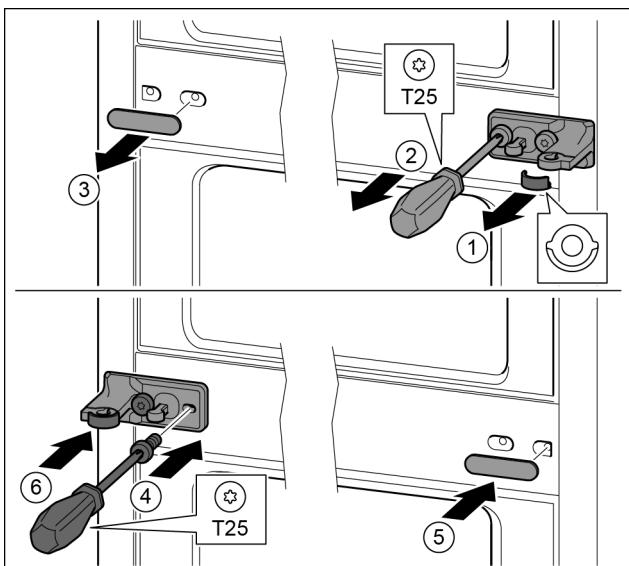

Fig. 15
- ▶ Skinite podložnu pločicu. Fig. 15 (1)
- ▶ Odvijačem T25 odvijte vijke. Fig. 15 (2)
- ▶ Oprezno skinite pokrov. Fig. 15 (3)
- ▶ Čvrsto zavijte podložak ležaja s folijom okrenuto za 180 ° na drugoj strani. Fig. 15 (4)
- ▶ Postavite pokrov okrenut za 180° na drugoj strani. Fig. 15 (5)
- ▶ Nataknite podložnu pločicu s prednje strane. Fig. 15 (6)